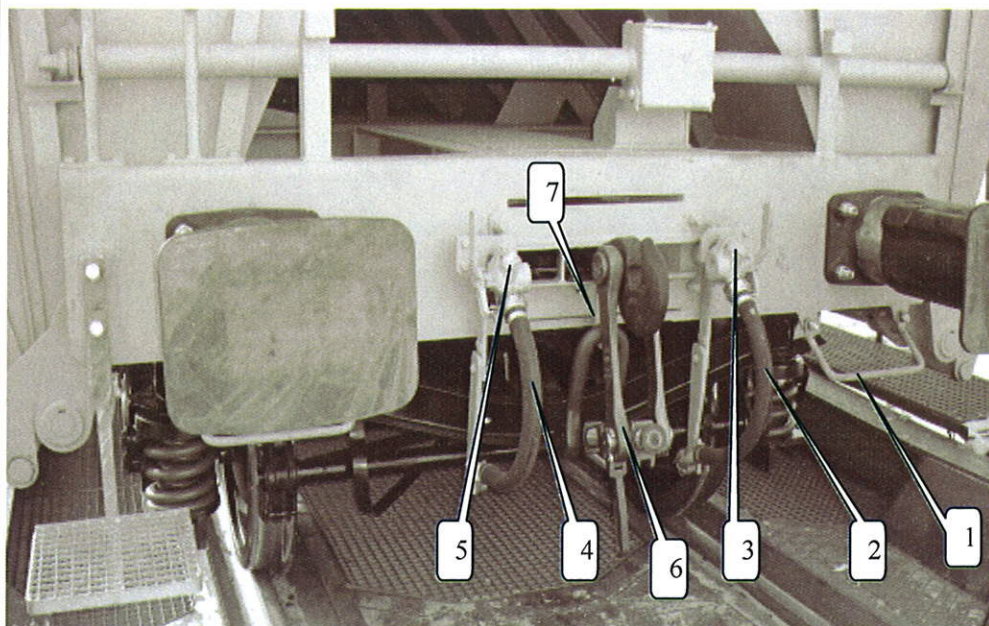

Bild 16 – Schraubenkupplung
4.1 Beim Kuppeln und Entkuppeln der Wagen - Bild 16: - mit dem Griff, angebracht unter dem Puffer (1) - mit Schlauchkupplungen der pneumatischen Klappenbetätigung (2) - mit Kupplungshähnen der pneumatischen Klappenbetätigung (3) - mit Schlauchkupplungen der Bremse (4) - mit Kupplungshähnen der Bremse (5) - mit der Schraubenkupplung (6)
Eine nicht benutzte Schraubenkupplung muss am Aufhängehaken, der an jedem Wagen an der Führung des Zughakens angebracht ist (7), eingehängt werden (siehe Abbildung 16). Ist der Aufhängehaken beschädigt oder fehlt, muss der Kuppler die lose Schraubenkupplung auf die kleinstmögliche Länge nachziehen, damit die Begrenzungslinie des Wagens nicht überschritten wird. Das freie Kupplungsende darf nicht tiefer als 140 über SO hängen!